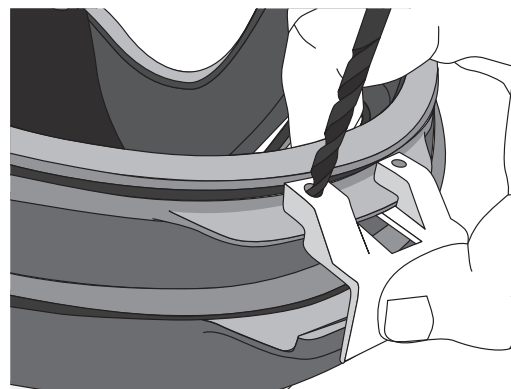

Fig. 3
5. Con la otra mano, alinea la broca con los orificios delineados en la plantilla, como se muestra en la Fig. 3.